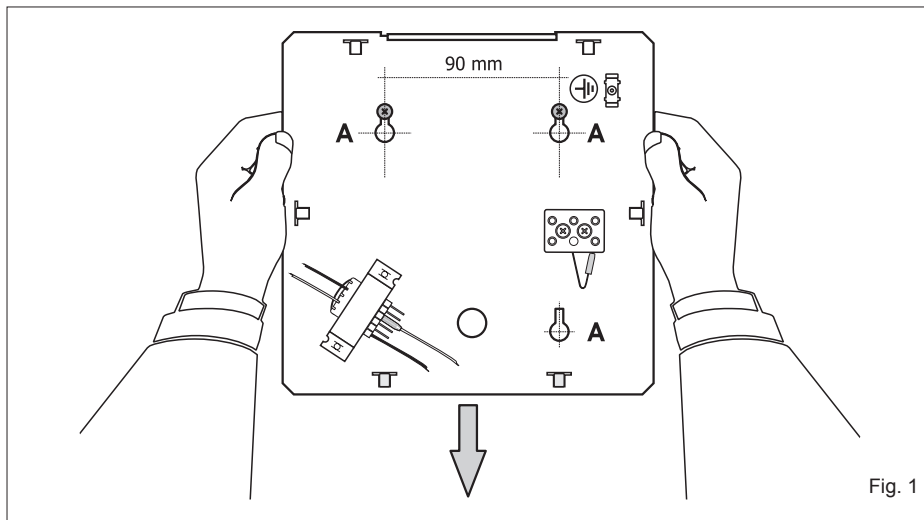

Fig. 1
1. Tenendo come riferimento la piastra posteriore, praticare almeno due dei tre fori (A) indicati in fig. 1 e fissarli tasselli e viti adeguati;
1. Using the rear panel for reference purposes, drill at least two of the three holes (A) shown in Fig. 1 and secure suitable anchor bolts and screws to them;
1. Prendre la plaque arrière comme référence et percer au moins deux des trois trous (A) indiqués à la fig. 1, puis placer les tasseaux et les vis appropriés;
1. Verwenden sie das Rückpaneel als Bezug, bohren Sie mindestens zwei der drei Löcher (A), die in der Abb. 1 dargestellt sind und montieren Sie geeignete Dübel und Schrauben;
1. Gebruik de achterplaat als referentie en boor ten minste twee van de drie op afb. 1 aangegeven gaten (A); bevestig de juiste pluggen en schroeven.
1. Tomando como referencia la placa trasera, taladrar por lo menos dos de los tres agujeros (A) indicados en la fig. 1 y fijar con tacos y tornillos adecuados;